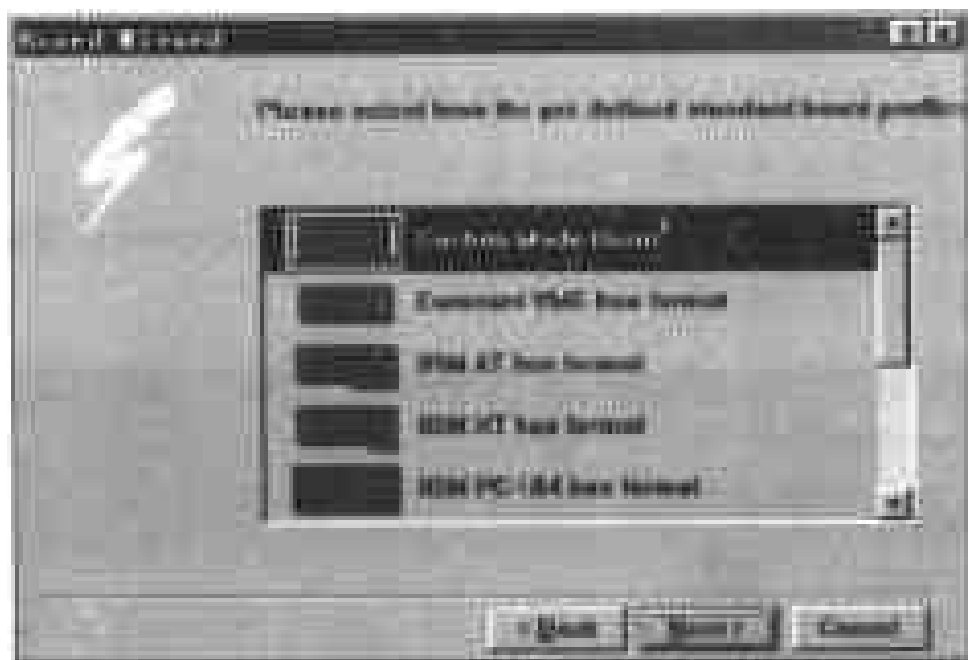

图 8-5 指定标准板框
(3) 单击对话框底部的 Next 命令按钮,打开下一个对话框,如图 8-5 所示。在此对话框的列表框中提供了 10 个选项,供用户选择 Protel 99 预置的标准板框,其中所列的除了第一项是用户自行定义的电路板以外,其他都是标准的适配卡。